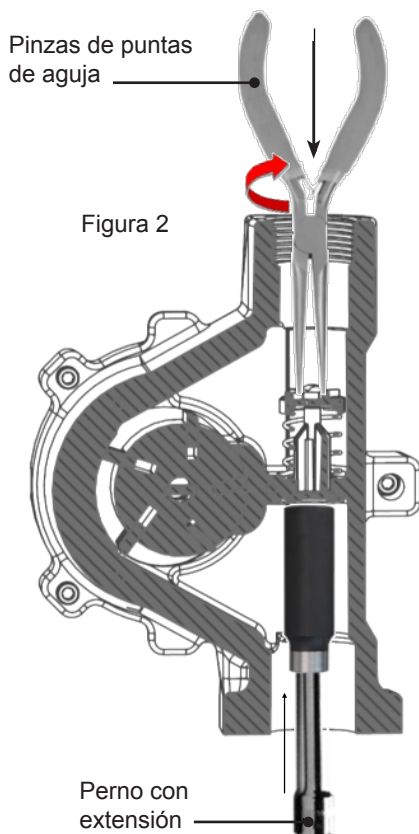

Figura 2
2. Atornille el adaptador del tanque (con la tubería de succión) en el tapón del tanque; selle las roscas para impermeabilizarlas con un sellador de roscas apropiado (Figura 2).
2. Utilice un objeto romo de unos 10 cm (4") (por ej.: un perno para pozo profundo en una extensión) de largo insertado en la abertura de entrada para empujar la válvula de derivación de manera firme hasta colocarla en el asiento donde se sella (Figura 2).
4. Presione el sujetador de la válvula de derivación ligeramente hacia abajo y gírelo 90 grados en el sentido contrario al de las agujas del reloj. Esto alineará la ranura en el sujetador con la llave en la válvula y permitirá que pueda retirar el sujetador (Figura 2 y 3).